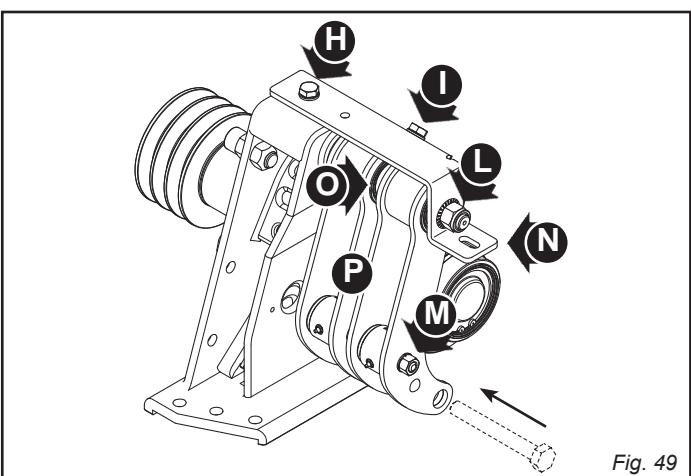

Fig. 49
- Scoateți diblurile cu expansiune (M, Fig. 49).
- Slăbiți și înlăturați șuruburile L, H, I (Fig. 49).
- Înlăturați suportul (N, Fig. 49).
- Scoateți furcile (P, Fig. 49).
- 1) Introduceți furcile noi cu distanțierul intermediar (O, Fig. 49).
- 4) Aliniați corect furcile cu ajutorul unei fișe sau a unui prezon (M20) (Fig. 49).